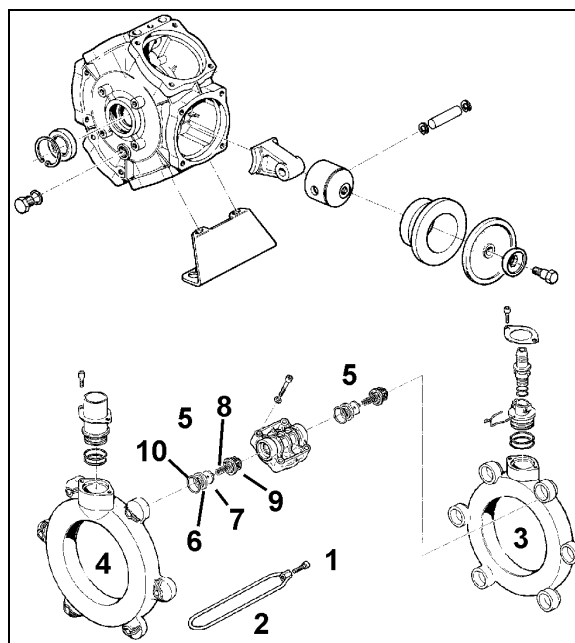

Fig. 117
10. Suge - (Fig. 117/3) og trykrør (Fig. 117/4) flanges på pumpehuset og spændebojlen (Fig. 117/2) monteres.
11. Skruerne (Fig. 117/1) strammes over kors med et drejningsmoment på **11 Nm**.